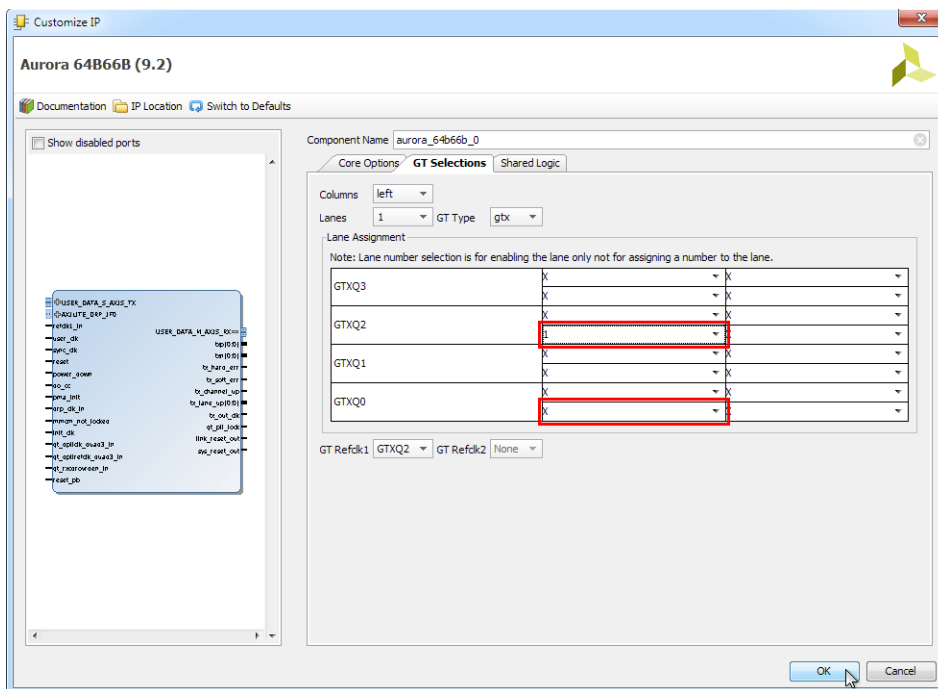

図 9 : Aurora 64B/66B シンプレックス GT の選択
12. GTXQ2 のリスト ボックス左下の設定「X」を「1」に変更します (図 9)。